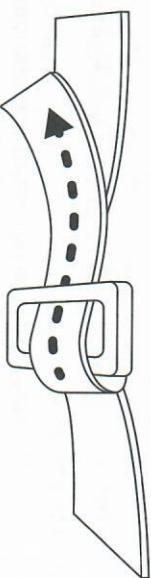

Рис. 3. Порядок застегивания пряжки
- На одетой привязи (системе) отрегулируйте длину лент таким образом, чтобы ремни и лямки плотно прилегали к телу, сначала пояс, потом набедренные и наплечные лямки. Проверьте, правильны ли застегнуты пряжки: сначала прямой, затем обратный ход (рис. 3). Ленту заправьте под тренчик, чтобы остаток свободного конца не превышал 5 см.